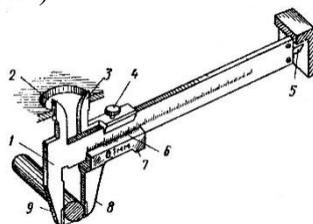

Рис. 1. Конструктивные элементы штангенциркуля.
10. Выбрать правильный ответ (рис.1.):
Если необходимо произвести измерения с большей точностью, пользуются приборами, снабженными нониусами. **НОНИУСОМ** называется дополнительная шкала, которая позволяет более точно отсчитать доли наименьшего деления основной шкалы. При использовании нониуса можно повысить точность измерения в 10-20 раз. Например, **ЛИНЕЙНЫЙ НОНИУС** представляет собой небольшую линейку *C* со шкалой, скользящую по основной линейке *A* (рис.1). Причем все *m* делений нониуса равны по длине (*m*-1) делениям шкалы линейки *A*. Если *a*- цена деления нониуса, *b*- цена деления основной шкалы, то
Измерения при помощи нониуса проводят следующим образом. Один конец измеряемого предмета совмещают с нулевым делением основной шкалы *A*, другой- с нониусом *C* (рис.1).